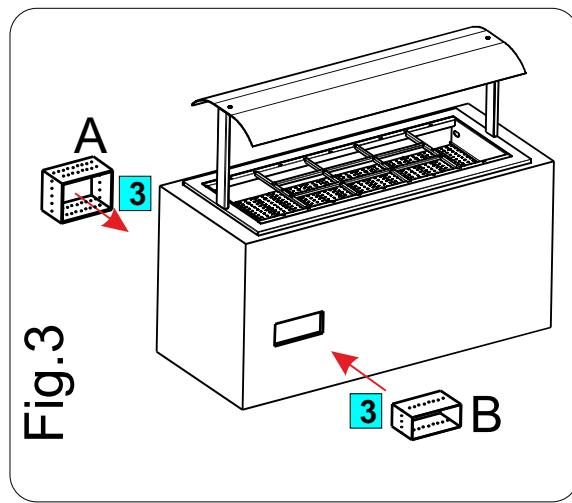

Fig. 3
2. CREATE TWO CONVEYORS (A) and (B) BETWEEN THE DROP-IN AND THE STRUCTURE / FURNITURE FOR PROPER AIR CIRCULATION. SEE ALSO FIG 3 AND 4.
- 2- Bauen Sie 2 Konveyors (A) und (B) zwischen der Einbauwanne und der Moebelstruktur fuer eine korrekte Luftzirkulation siehe auch Abbildung 3, 4